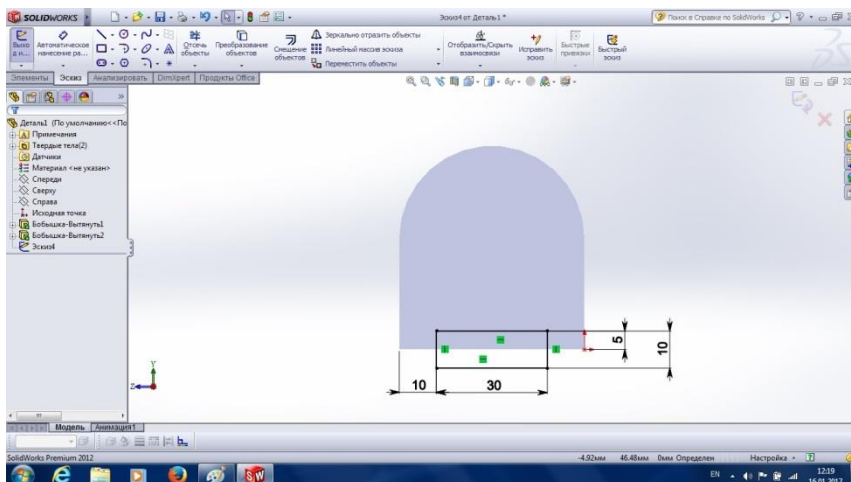

Рис. 3.9
11. Вибираємо знову потрібну грань для створення наскрізного прямокутного вирізу по деталі (рис. 3.9).